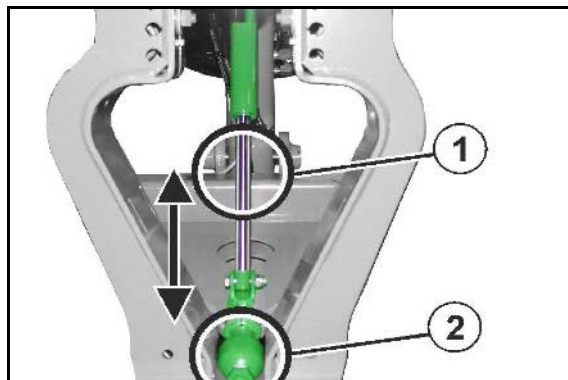

Fig. 97
Deblocare compensator de oscilații (Fig. 97/1):
- Compensatorul de oscilații se deblochează (Fig. 97/1) și timoneria de stropire basculată deschis poate să penduleze liber opus suportului timoneriei. Dispozitivul de protecție a compensatorului de oscilații este aici îndepărtat pentru o mai bună demonstrație.
Blocare compensator de oscilații (Fig. 97/2):
- Compensatorul de oscilații este blocat (Fig. 97/2), când pe ecranul terminalului de operare este afișat simbolul lacăt închis.